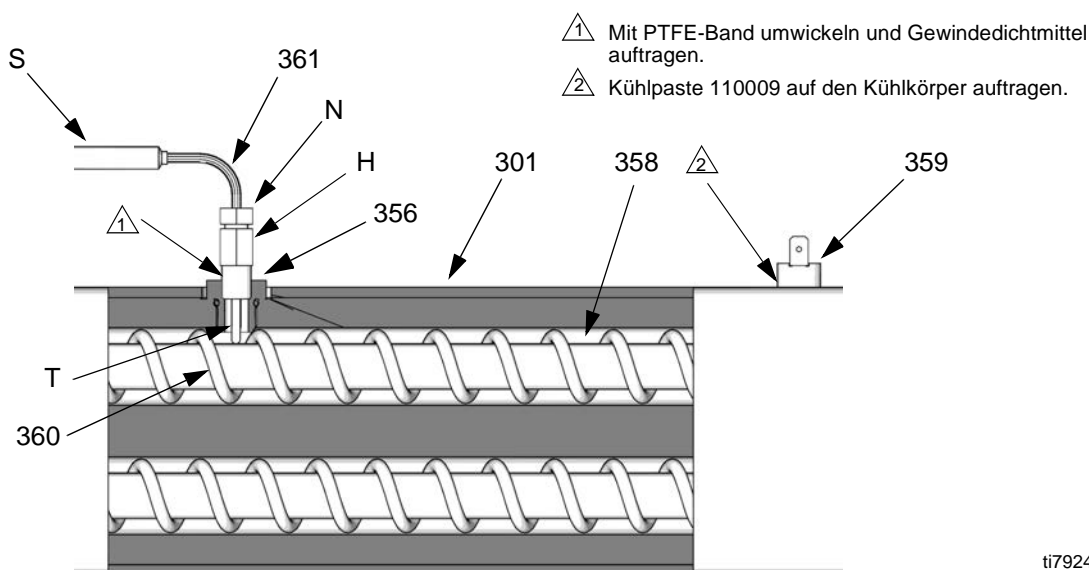

ABB.8. Thermoelement
7. Siehe ABB.8. Klemmringmutter (N) lösen. Thermoelement (361) aus dem Heizelementgehäuse (351) entnehmen, dann Thermoelementgehäuse (H) abnehmen. Entfernen Sie den Thermoelementadapter (356) nicht, solange es nicht erforderlich ist. Muss der Adapter entfernt werden, stellen Sie sicher, dass der Mischer (360) nicht im Weg steht, wenn Sie den Adapter wieder einsetzen.
8. Thermoelement austauschen, ABB.8.
- a. Das Schutzband von der Thermoelementspitze (T) entfernen.
- b. PTFE-Band und Gewindedichtmittel auf das Außengewinde auftragen und das Thermoelementgehäuse (H) in den Adapter (356) einschrauben.
- c. Thermoelement (361) einschieben, so dass die Spitze (T) das Heizelement (358) berührt.
- d. Das Thermoelement (T) gegen das Heizelement halten, die Klemmringmutter (N) festziehen und um eine weitere 1/4 Umdrehung anziehen.
9. Kabel (S) in den Schaltschrank verlegen und wie zuvor in das Kabelbündel führen. Die Kabel wieder an der Steuerkarte anschließen.
11. Die Heizelemente A und B zum Testen gleichzeitig einschalten. Die Temperaturen sollten mit gleicher Geschwindigkeit ansteigen. Falls ein Heizer zu tief ist, die Klemmringmutter (N) lösen und das Thermoelementgehäuse (H) festziehen, um sicherzustellen, dass die Spitze des Thermoelements (T) das Element (358) berührt.
5. Ein Anschlusskabel vom Übertemperaturschalter (359) trennen, ABB.8. Mit Ohmmeter zwischen Kabel und Schalter testen. Der Widerstand muss etwa 0 Ohm betragen.
6. Wenn der Schalter den Test nicht besteht, die Leitungen und Schrauben entfernen. Den defekten Schalter wegwerfen. Wärmeleitpaste 110009 auftragen, den neuen Schalter an derselben Position am Gehäuse (351) anbringen und mit Schrauben (311) sichern. Die Kabel wieder anschließen.